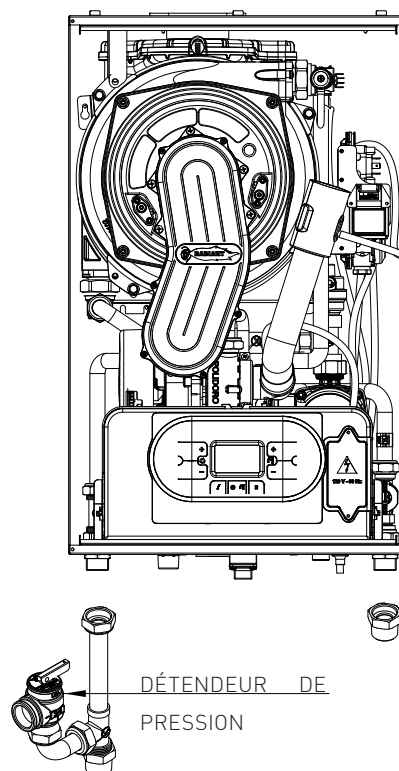

fig. 20
- › En cas d'installation d'une ventouse horizontale coaxiale en polypropylène, orienter correctement le terminal coaxial horizontal par rapport à la pente du conduit d'évacuation des gaz de combustion et pour protéger le conduit d'air de combustion de conditions météorologiques défavorables (se reporter à la section 1.1.18, sous-section III (a) et figure 20).